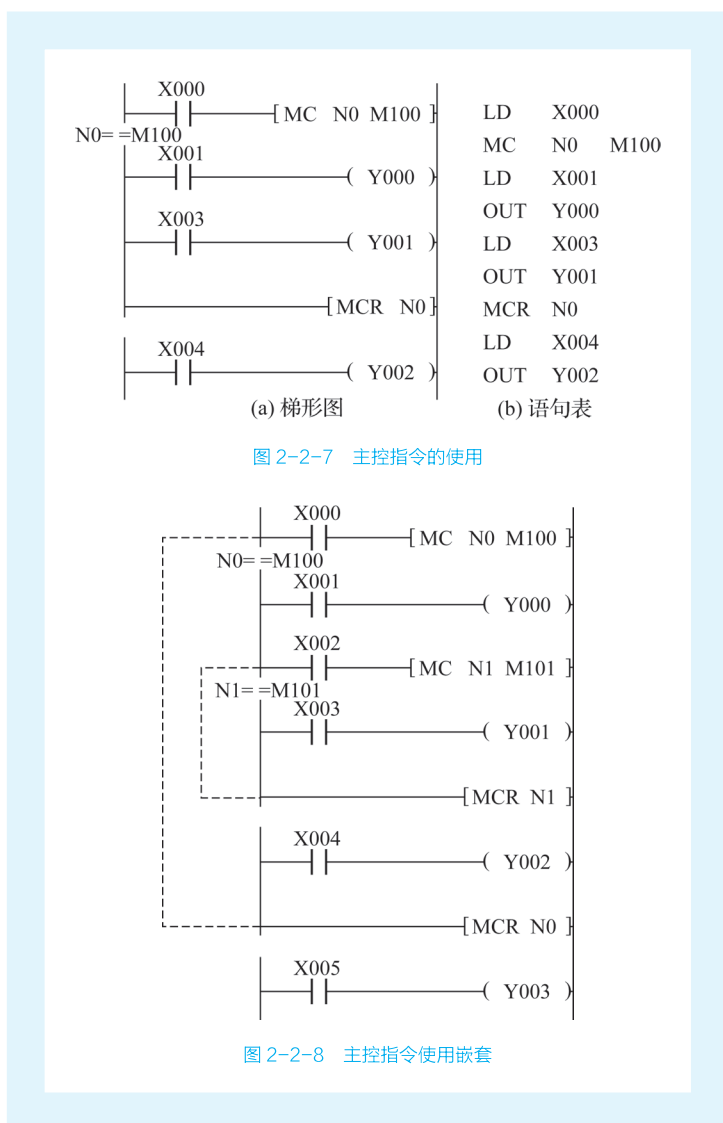
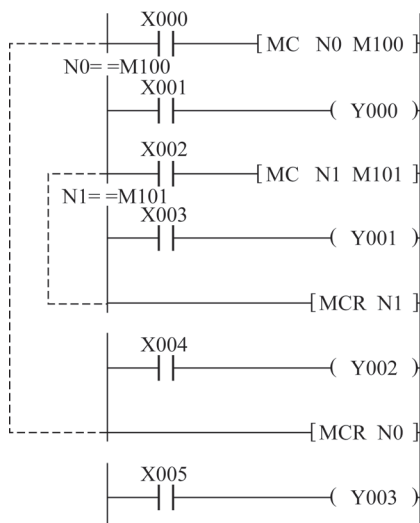

图 2-2-7 主控指令的使用
图 2-2-8 主控指令使用嵌套
主控指令的使用如图 2-2-7 所示, 利用“MC N0 M100”指令语句实现左母线右移, 使 Y0、Y1 都在 X0 的控制之下, 其中 N0 表示嵌套等级, 在无嵌套结构中 N0 的使用次数无限制; 利用 MCR N0 恢复到原左母线状态。如果 X0 断开则会跳过 MC、MCR 之间的指令向下执行。
(1) MC、MCR 指令的目标组件为 Y 和 M,但不能用特殊辅助继电器。MC 占 3 个程序步, MCR 占 2 个程序步。
(2) 主控触点在梯形图中与一般触点垂直(如图 2-2-7 中的 M100)。主控触点是与左母线相连的常开触点,是控制一组电路的总开关。与主控触点相连的触点必须用“取”指令。
(3) MC 指令的输入触点断开时,在 MC 和 MCR 之内的积算定时器、计数器、用复位/置位指令驱动的组件保持其之前的状态不变。非积算定时器和计数器,用 OUT 指令驱动的组件将复位。
(4) 在一个 MC 指令区内若再使用 MC 指令,称为嵌套。嵌套级数最多为 8 级,编号按 N0~N7 的顺序增大,每级的返回用对应的 MCR 指令,按 N7~N0 的顺序复位,如图 2-2-8 所示。